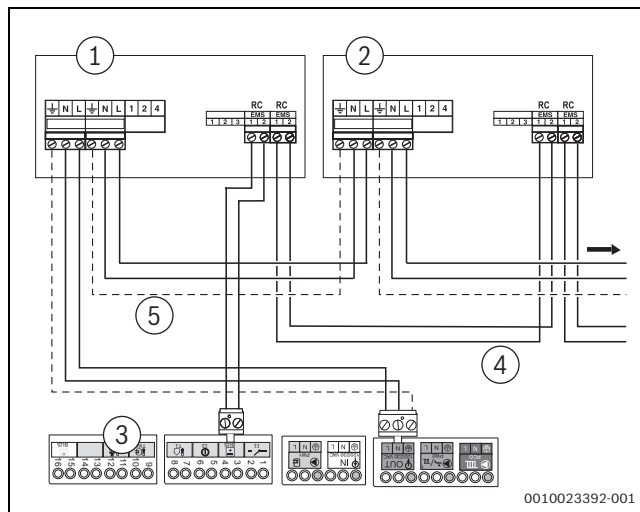

Fig. 50 Raccordement de plusieurs modules de fonction
- Utiliser le raccord bus EMS du premier module pour le second module. Pour cela, utiliser le câble joint au module (→ fig. 50, [4], page).